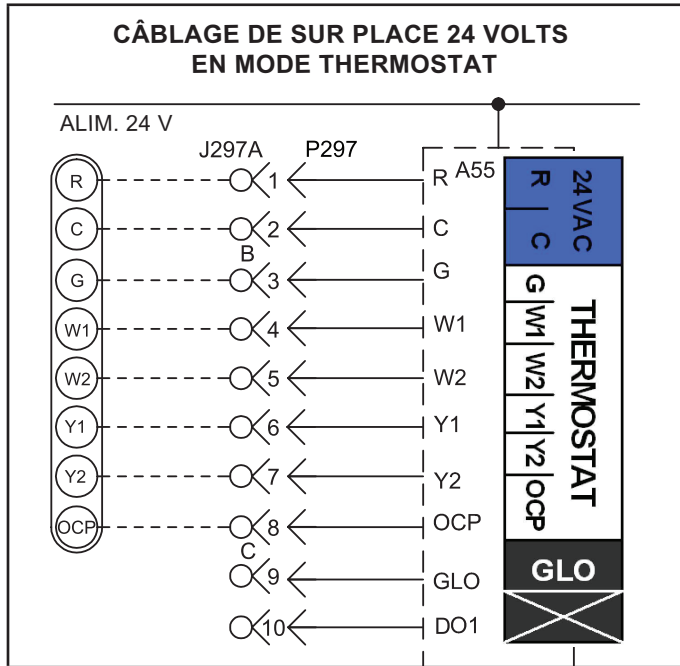

FIGURE 13
- 4 - Câbler comme indiqué à la FIGURE 13 pour les thermostats électromécaniques et électroniques. En cas d'utilisation d'autres dispositifs de contrôle de la température ou de systèmes de gestion de l'énergie, se reporter aux instructions et au schéma de câblage fournis par le fabricant.
- 2 - Effectuer les connexions électriques comme indiqué à la FIGURE 13 pour le mode thermostat ou à la FIGURE 14 pour le mode capteur de zone. En outre, connecter un capteur d'humidité ou une entrée de déshumidification. Se reporter à la FIGURE 16 ou FIGURE 17 pour le câblage du capteur d'humidité ou à la FIGURE 15 pour le câblage de l'entrée de déshumidification.